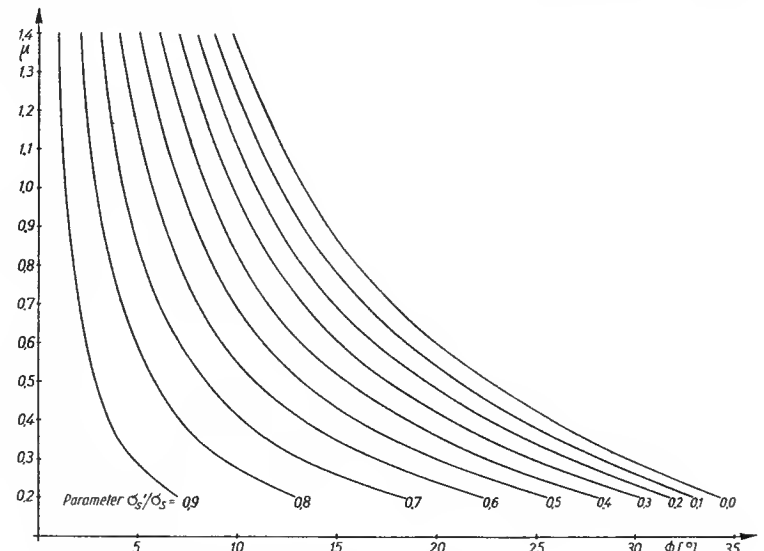

Bild 6 Die erweiterte Scherwinkelbeziehung
über, die in Bild 6 für $\varphi = 45^\circ$ und $\gamma = 0^\circ$ dargestellt ist. Das Ergebnis besagt, daß bei einem gegebenen Reibwert μ auf der Spanfläche der Scherwinkel Φ in Wirklichkeit kleiner als nach Gleichung (3) sein müßte. Für die Größe der zweiten Normalspannung σ_s' können keine plausiblen Annahmen gemacht werden, und es sind die Verfahren der Werkstoffmechanik, soweit sie auf den klassischen Gleittheorien beruhen, erschöpft. Sie bieten keine Möglichkeit weiteren Eindringens in die Spannungsverteilung auf Span- und Freifläche der Werkzeuge.